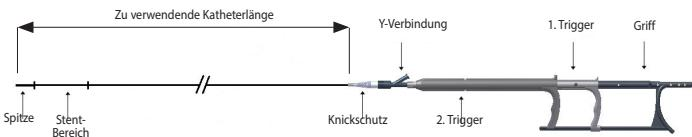

Abbildung 1 – Stent-System
- Ein Stent-System, wie in Abbildung 1 gezeigt, ist Bestandteil eines inneren Röhrengefüges, welches den Führungsdrähten, eine Einführhülse und eine Hülse zur Systemstabilität enthält, die durch einen Griff miteinander verbunden sind. Der Führungsdräht endet distal in einer atraumatischen Einführkatheterspitze und stammt aus einem Luer-Hub, der für kompatible Führungsdrähte entwickelt wurde.